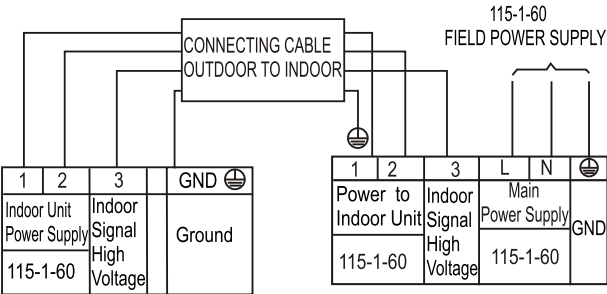

Fig. 18 – Diagramme de connexion 115 V
9. Raccordez le câblage de l'appareil extérieur conformément au schéma de connexion (consultez les figures 18 et 19).